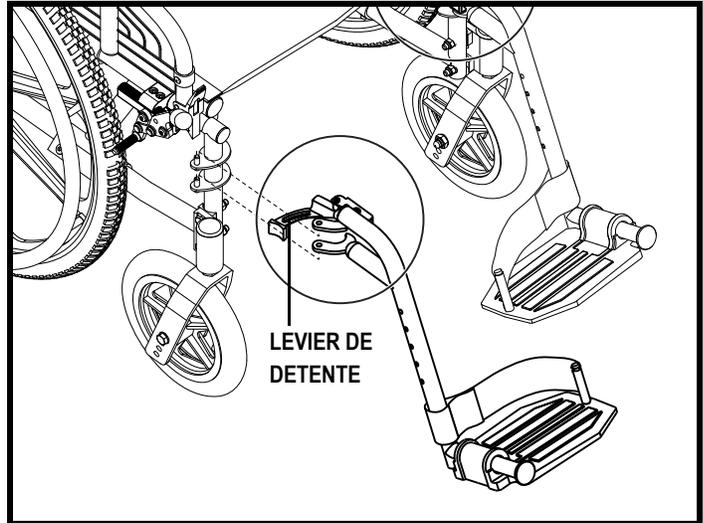

Figure 14. Pour débloquer un SFR
1. Tirez le levier de détente vers l'arrière. Voir la figure 14.